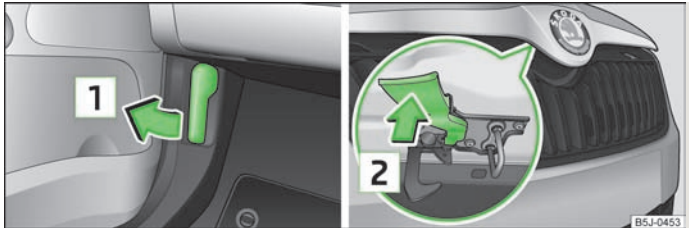

Abb. 116 Entriegelungshebel für Motorraumklappe / Kühlergrill: Entriegelungshebel
- Am Entriegelungshebel unterhalb der Schalttafel  ziehen » Abb. 116.
- Den Entriegelungshebel in Pfeilrichtung  drücken » Abb. 116, die Motorraumklappe wird entriegelt.